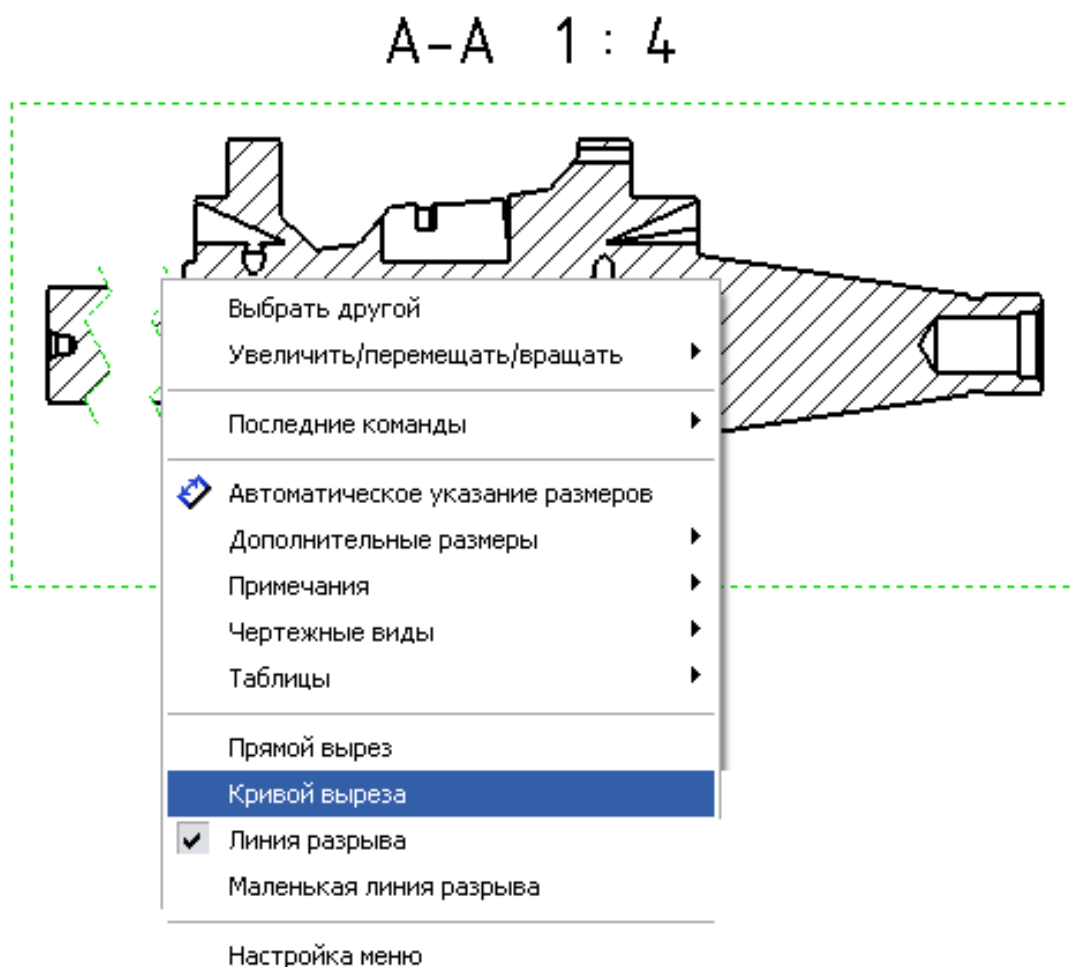

Рис. 49
- Для отображения линии обрыва волнистой тонкой нажмите на линии правой кнопкой мыши и в контекстном меню выберите команду **Кривой вырез** (рис. 49):